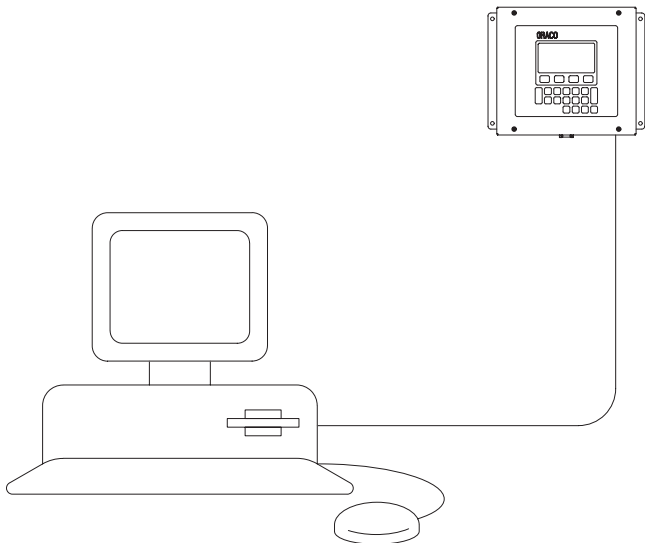

Fig. 13.57
7. Pour actualiser l'interface utilisateur avec la traduction, brancher le connecteur (9 broches) du câble de l'ordinateur sur le port sériel de l'ordinateur. Brancher la prise jack du câble sur l'interface utilisateur. Voir Fig. 13.57.